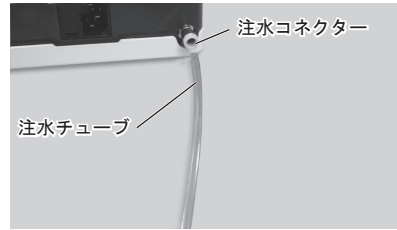

図6
- 2) 注水チューブの端面を、注水コネクタに奥まで強めに差し込みます。(図6)